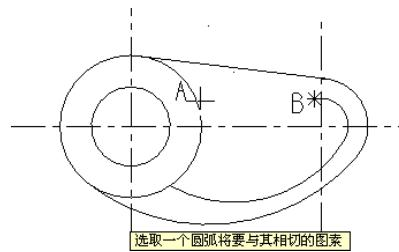

图 3-97 选取相切的圆
- 03 在“切弧”工具栏中输入圆弧的半径为 25，根据系统提示，在绘图区内选择已知圆 A 作为相切图素，如图 3-97 所示。